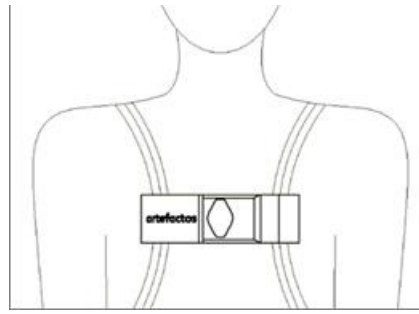

Figura 2: Vista frontal del dispositivo
- El enganche universal del dispositivo permite la utilización de otros accesorios de ayuda personal (véase Figura 2).